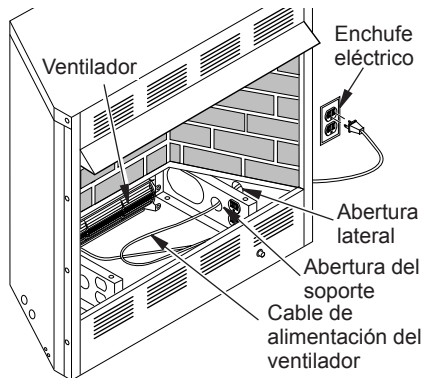

Figura 8 - Inserción del cable de alimentación del accesorio ventilador para instalación convencional
2. Antes de volver a colocar la parte inferior del calefactor, introduzca el cable de alimentación del ventilador a través del orificio del soporte ubicado la parte inferior del calefactor y a través del orificio que está en uno de los lados del calefactor, hacia un enchufe eléctrico de 120 voltios de tres orificios conectado a tierra (consulte la figura 8). Conecte el cable eléctrico en el enchufe.